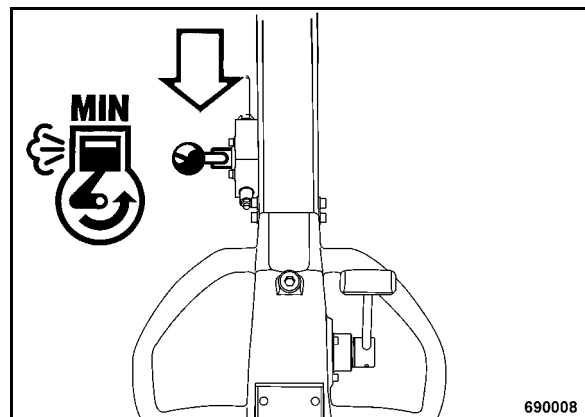

рис. 25
- Установить рычаг управления частотой вращения (рис. 25) в положение „Min“ (холостой ход).